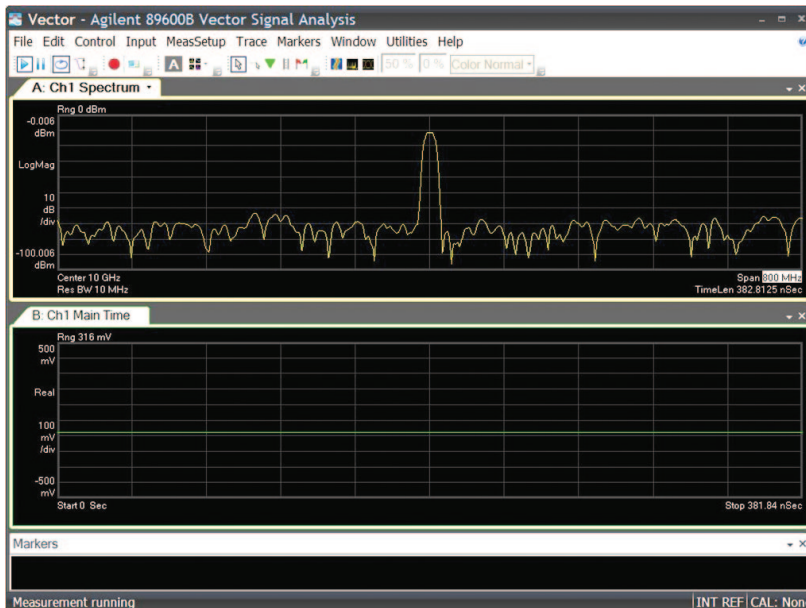

Рис. 2. Экран VSA – спектр несущей с частотой 10 ГГц
3. В процессе свипирования генератора сигналов на экране спектра в ПО VSA можно наблюдать перемещение тона в пределах полосы обзора. В данном примере диапазон свипирования составляет 900 МГц (рис. 2).